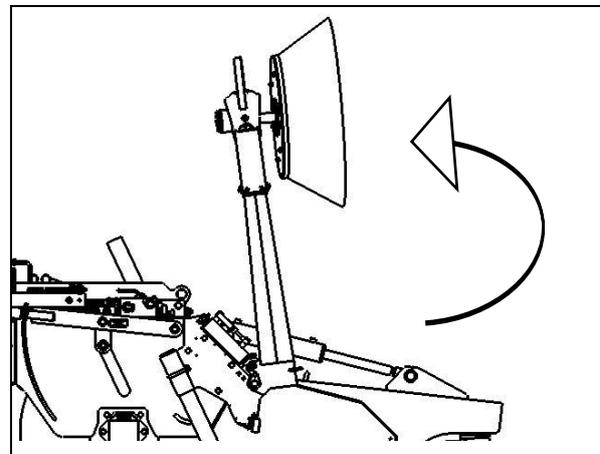

Fig. 4.8
- Seitenkehrbesen (Fig.4.8) nach oben schwenken.